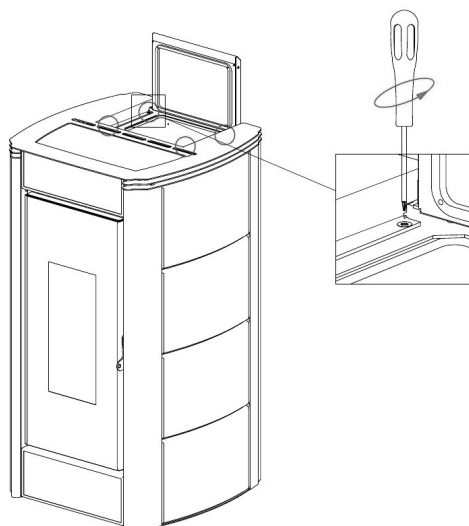

Fig. 34 - Afmontering af skruer
- Afmontér dækslet: Skru de 4 øverste skruer af (se **Fig. 34**).